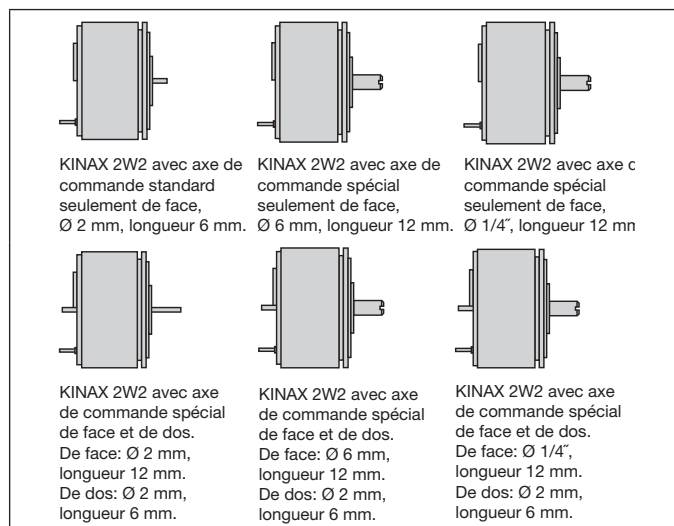

Fig. 1
**Convertisseur de mesure**, une des six variantes (Fig. 1)